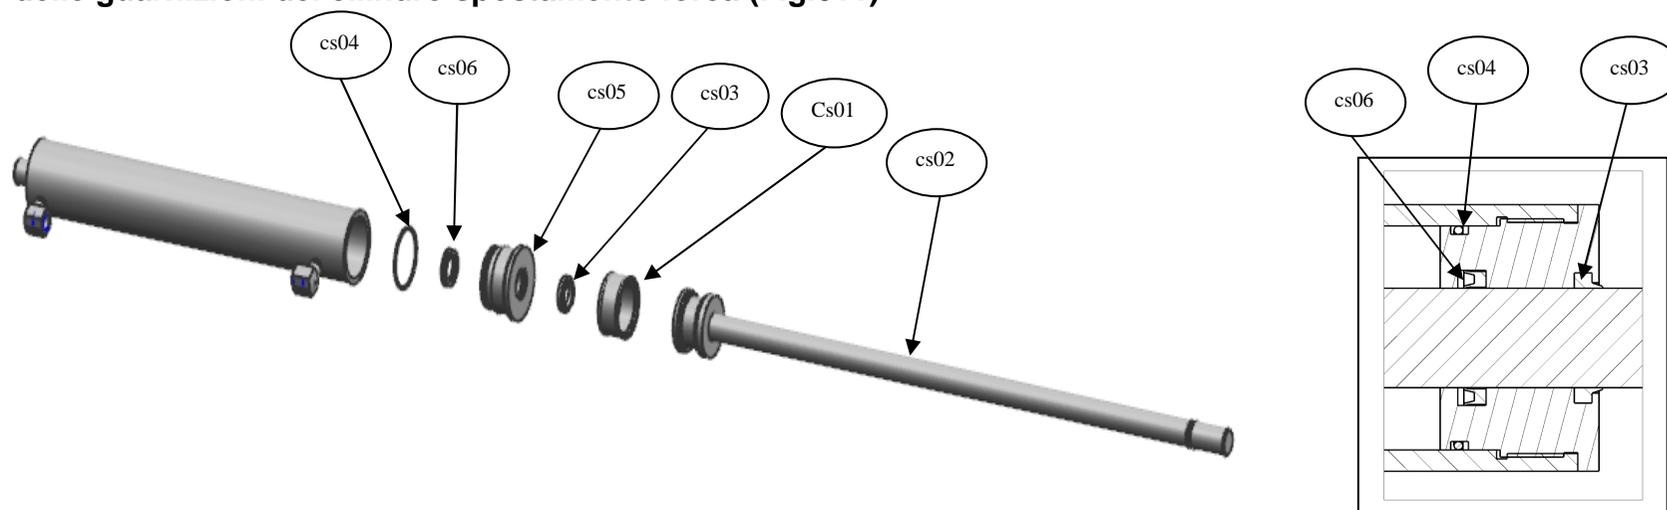

Fig.011
4.3.5 Sostituzione delle guarnizioni del cilindro spostamento forza (Fig.011)